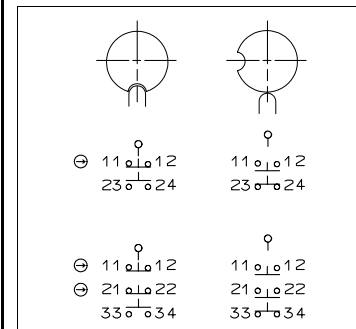

Fig. 6: elementi e funzioni di comando
- Per il collegamento dei contatti vedere Fig. 6.